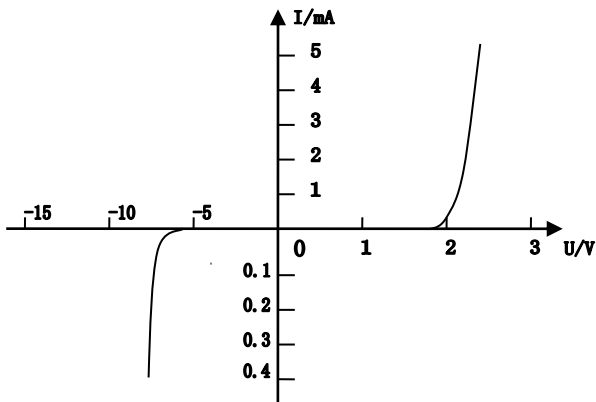

图 5 LED 的电压与电流的关系图
- (1)最大正向电流  $I_{Fm}$ ：允许加的最大正向直流电流，超过此值 LED 损坏。
- (2)正向工作电流  $I_F$ ：指 LED 正常发光时的正向电流值，在实际使用中应根据亮度需要选择  $I_F$  在  $0.6I_{Fm}$  以下。
- (3)正向工作电压  $V_F$ ：参数表中给出的工作电压是在给定的正向电流下测得的，一般是在  $I_F=20mA$  时测得的， $V_F$  在 1.4~3V。
- (4)最大反向电压  $V_{Rm}$ ：允许加的最大反向电压，超过此值 LED 可能被击穿损坏。
- (5)允许功耗  $P_m$ ：允许加在 LED 两端正向直流电压与流过它的电流之积的最大值。超过此值 LED 发热损坏。
- (6)伏安特性：LED 的电压与电流的关系可用图 5 表示。